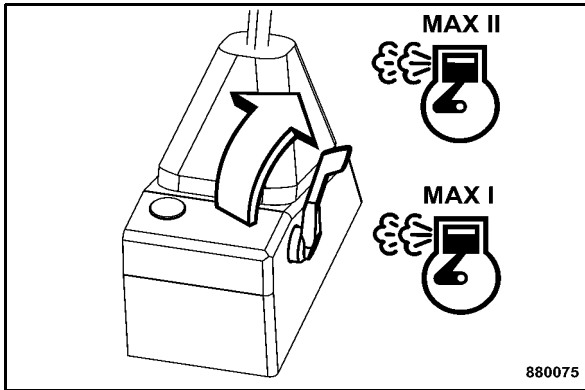

Fig. 74
- Déplacer le levier de réglage du régime (Fig. 74) sur position "MAX I" ou "MAX II".